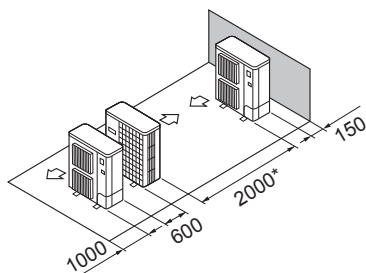

Fig. 2-13
- ⑤ Disposición en paralelo de unidades simples (Fig. 2-13)